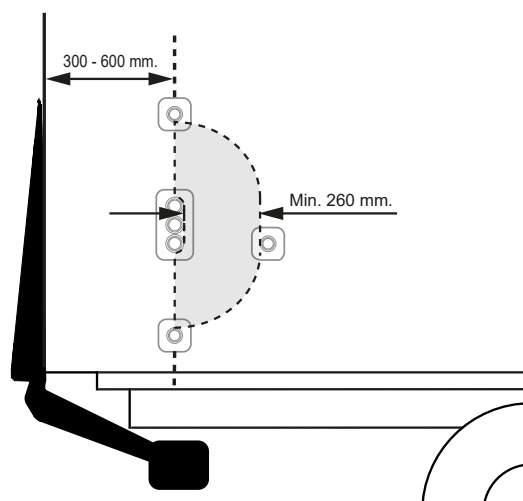

Bild 21. Montering av manöverdon CD 1 med tvåhandsfattning.
2. Avståndet mellan fordonets bakre kant och centrum på manöverdonen skall vara 300-600 mm. Avstånden mellan manöverdonen skall vara minst 260 mm. Se Bild 21.